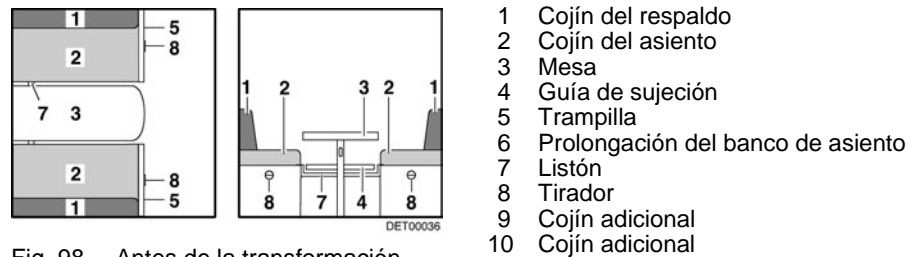

Fig. 98 Antes de la transformación
- Ampliar la mesa (Fig. 98,3) y transformarla en base de cama (véase apartado 7.7).
- Meter el listón (Fig. 98,7) o tirarlo hacia dentro. El listón tiene la posición correcta cuando soporta el tablero de mesa aprox. 15 - 20 cm detrás de la pata de mesa.
- Tirar del asidero (Fig. 98,8) y abrir la trampilla (Fig. 98,5).